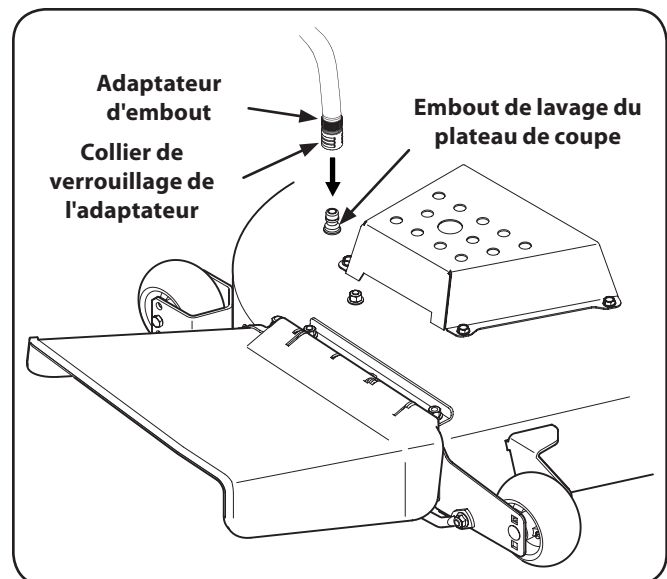

Figure 6-2
3. Raccordez le raccord à l'orifice pour l'eau à la surface de votre plateau de coupe. Consultez la figure 6-2.